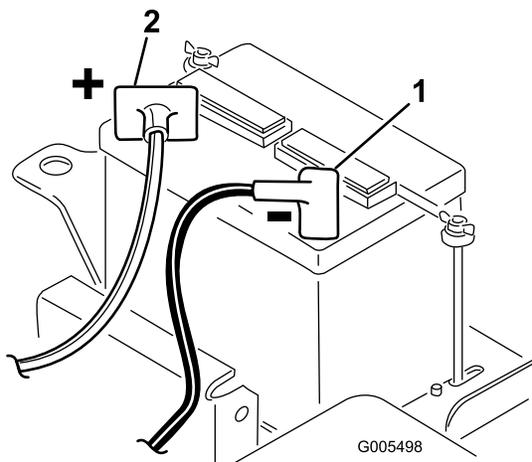

図 5
2. スターターからの赤い (+) ケーブルを (+) 端子に固定する (図 5)。レンチで締め付けて固定し、ワセリンを塗布する。ケーブルが擦れて磨耗するような配線はさける。座席の最後部でケーブルを傷つけることがあるので特に注意すること。